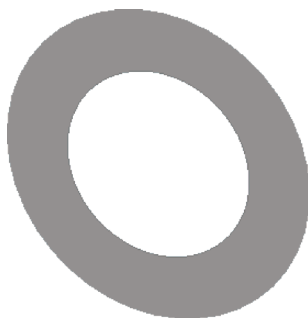

图 10-26 用曲线修剪曲面
STEP 04 单击“完成”按钮，即可使用曲线修剪曲面，效果如图 10-26 所示。